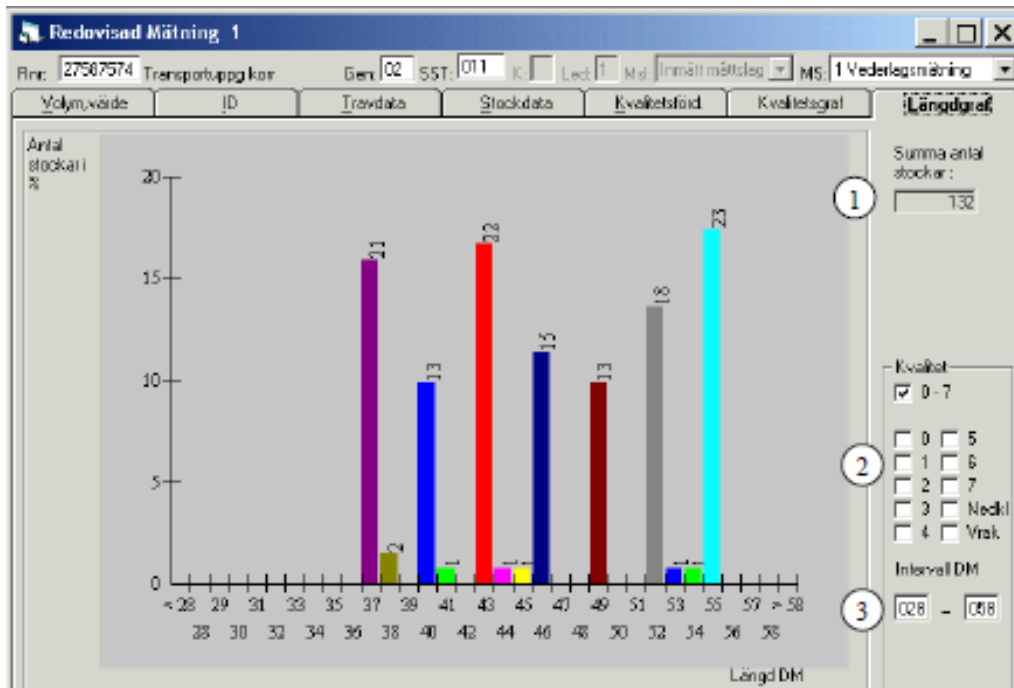

Bild 11. Här kan du se mätningens stockar fördelat på längdmoduler.
- Det totala antalet stockar som grafen baseras på visas i fältet summa antal stockar (bild 11, nr 1).
- Du kan välja att bara visa kvalitet 0-7 eller att visa enstaka kvaliteter (bild 11, nr 2).
- Du kan förändra decimeterintervallen (bild 11, nr 3). Intervallet 028 – 058 är förvalt. Det går inte att öka intervallet.